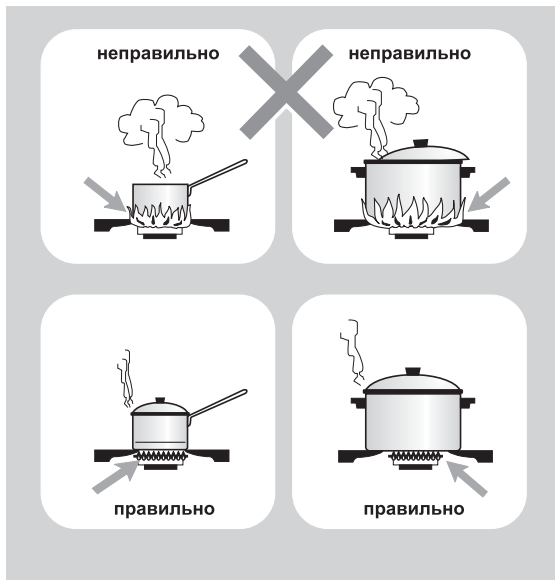

Рис.5
- Размеры посуды и режим работы горелок нужно выбирать таким образом, чтобы пламя не выходило за ее края и не «лизало» боковые стенки (рис.5). Оптимально использовать посуду диаметром 160-220 мм.